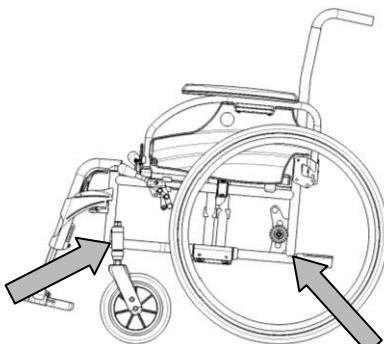

Figura 3
7. Montare le cinture di sicurezza anteriori seguendo le istruzioni del costruttore del sistema di passanti, fino al punto indicato. (figura 3)
10. Montare le cinture di sicurezza posteriori seguendo le istruzioni del costruttore del sistema di passanti, fino al punto indicato. (figura 3)